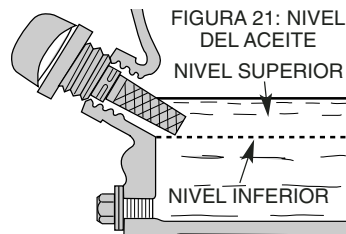

FIGURA 21: NIVEL
3. Llene el cárter del motor con el aceite recomendado. Revise el nivel del aceite (figura 21).